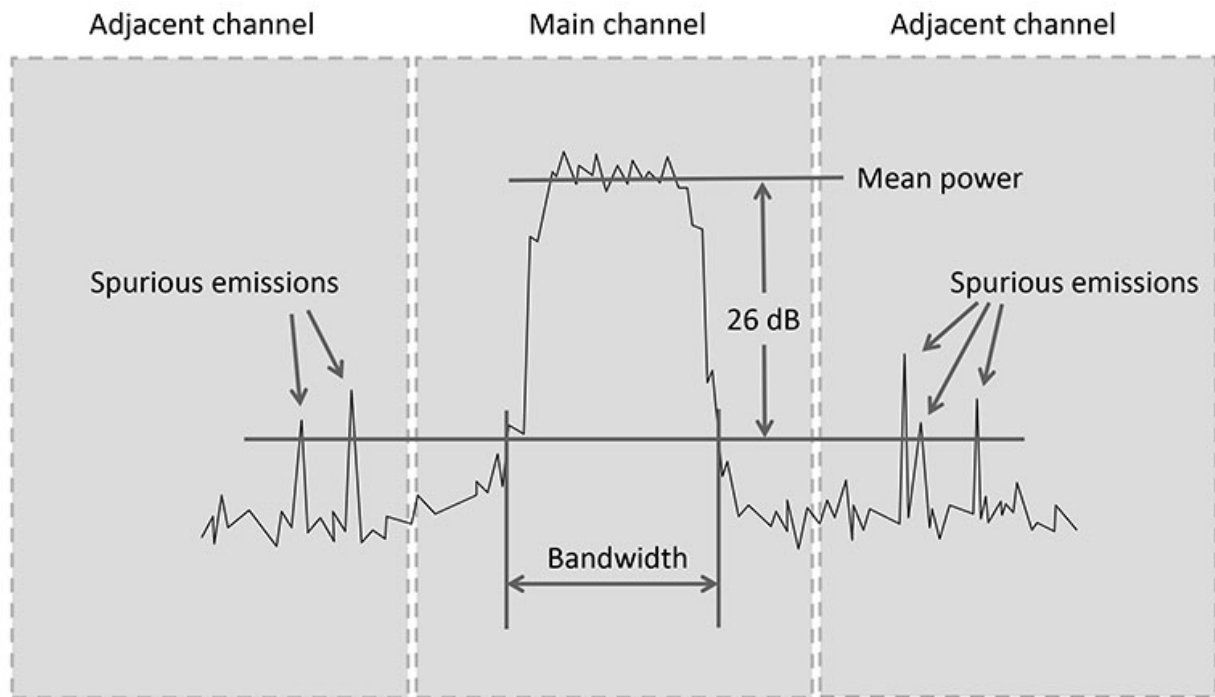

Figura 2.
**La figura 2** ti dà un'idea di come funziona.